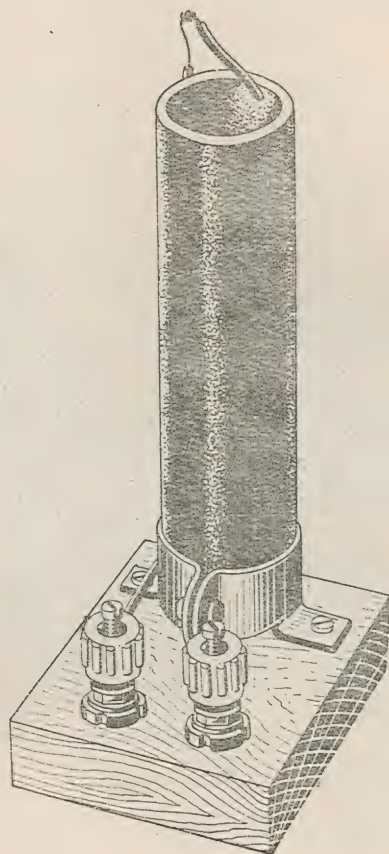

Рис. 11.
11. Сопротивление 1 мом (рис. 11). Условное обозначение — R_4 .